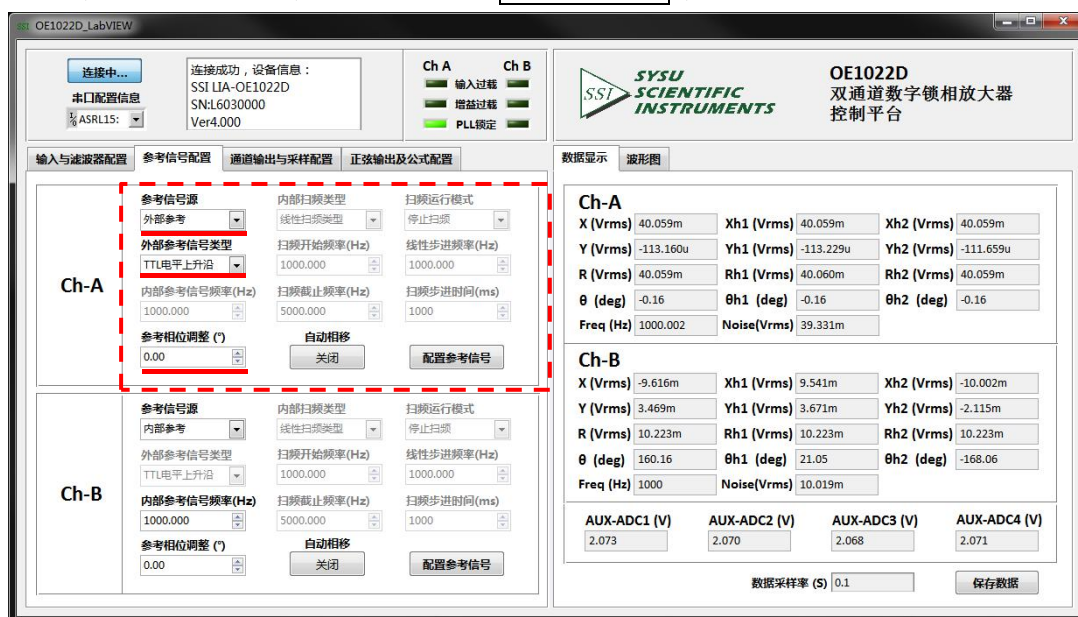

图 75. 参考信号配置图
②根据表 17，在参考信号配置区域选择参考信号源类型、外部参考和参考相位值，其它选项默认，如下图 75 所示，最后需要点击“配置参考信号”，以完成配置：